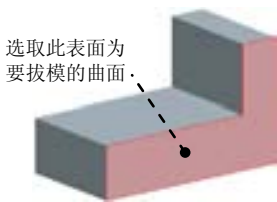

图 5.15.13 要拔模的曲面
Step3. 选取要拔模的曲面。选取图 5.15.13 所示的模型表面。